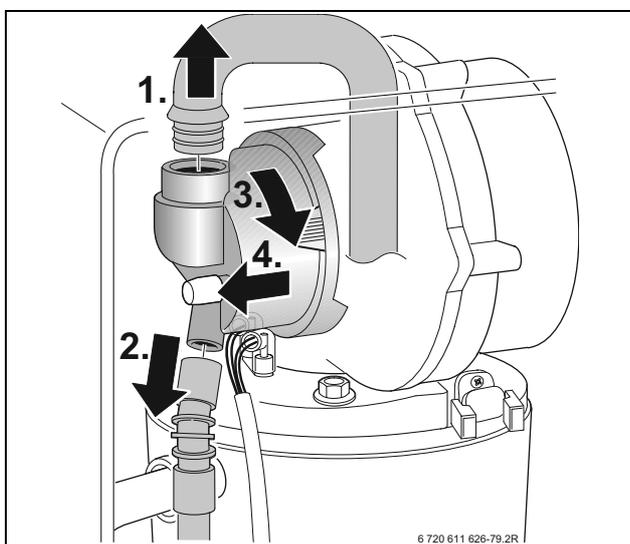

Fig. 48
- ▶ Smontare il miscelatore (per le operazioni appena descritte seguire le fasi 1, 2, 3, 4 indicate nella fig. 48).
- ▶ Togliere il coperchio fig. 48.